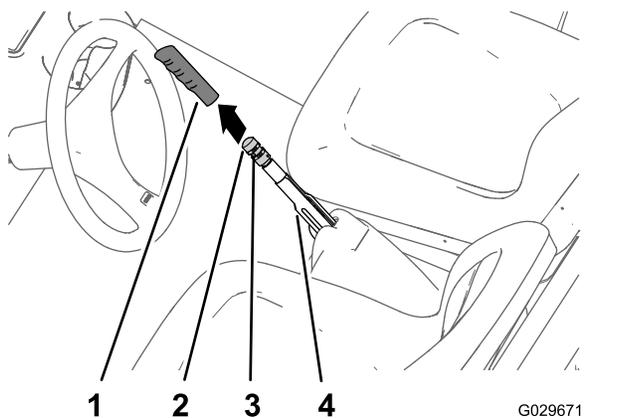

Рисунок 56
1. Снимите рукоятку с рычага стояночного тормоза (Рисунок 56).
2. Ослабьте установочный винт, который крепит ручку регулировки тормоза к рычагу стояночного тормоза (Рисунок 56).
3. Поворачивайте ручку регулировки тормоза до тех пор, пока усилие, требуемое для приведения в действие рычага стояночного тормоза, не достигнет 133-156 Н (Рисунок 56).
4. Затяните установочный винт и установите рукоятку на рычаг (Рисунок 56).
2. Ослабьте установочный винт (Рисунок 56), который крепит ручку регулировки тормоза к рычагу стояночного тормоза, выключите стояночный тормоз и ослабьте ручку регулировки тормоза.
5. Поворачивайте ручку регулировки тормоза (Рисунок 56) до тех пор, пока усилие,
- C. Поворачивайте ручку регулировки тормоза (Рисунок 56) до тех пор, пока усилие, требуемое для приведения в действие рычага стояночного тормоза, не достигнет 133–156 Н.
- Затяните установочный винт и установите рукоятку (Рисунок 56).